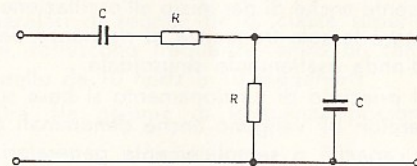

Fig. 11.1 - Principio del ponte di Wien.
La fig. 11.1 riporta il ponte di Wien. Consiste in due resistenze dello stesso valore (R), e di due condensatori della stessa capacità (C). Un ramo del ponte è costituito da un condensatore in serie con una resistenza, l'altro ramo consiste di un condensatore in parallelo con l'altra resistenza.